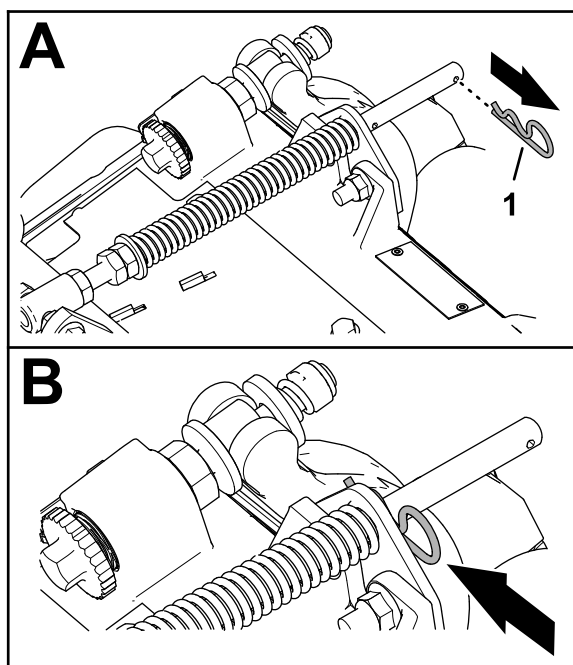

Figura 7
1. Si la chaveta está instalada en el orificio trasero de la varilla de compensación del muelle, retire la chaveta e introdúzcala en el orificio situado junto al soporte (Figura 7).